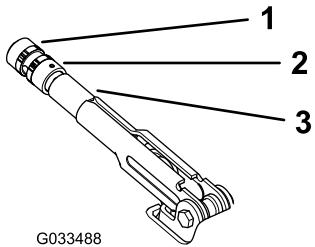

Figure 60
2. Desserrez la vis de fixation du pommeau sur le levier du frein de stationnement (Figure 60).
- 3. Tournez le bouton (Figure 60) jusqu'à ce qu'une force de 20 à 22 kg soit nécessaire pour actionner le levier.
- 4. Resserrez la vis de maintien pour terminer (Figure 60).